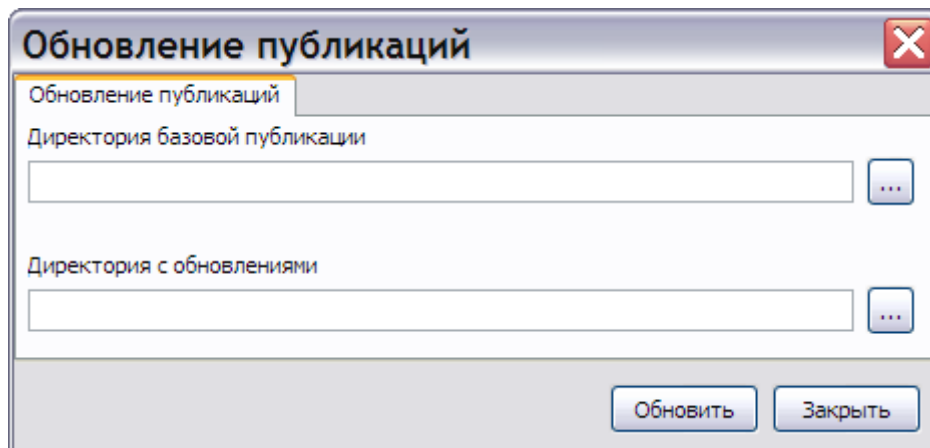

Рис. 23.46
1. Запустите файл TGUpdate.exe. После этого откроется окно **Обновление публикаций** (Рис. 23.46).